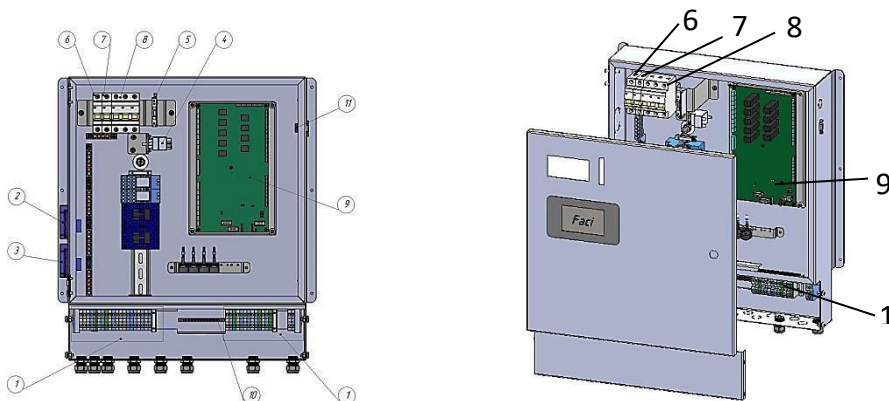

РИС. 24
1) Выставляем корпус котла на ровную, очищенную от мусора поверхность, учитывая расстояния от препятствий при монтаже (см. рис. 24).
2) Горелка для FSS 115 (215) является съемной.